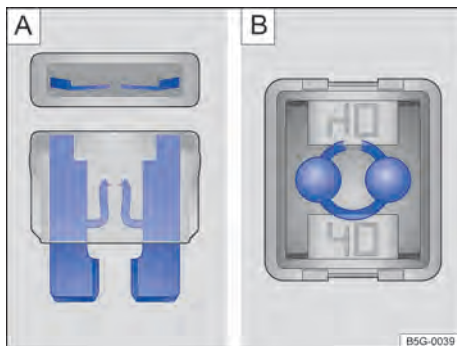

Fig. 178 Fusível queimado: **A**: fusível plano, **B**: fusível de bloqueio.
- Um *fusível plano* (ATO®, MINI®) queimado é reconhecido de cima ou de lado pela carcaça transparente nas faixas metálicas derretidas → Fig. 178 .
- Um *fusível de bloqueio* (JCASE®) queimado é reconhecido pelas faixas metálicas derretidas por cima da carcaça transparente → Fig. 178 .